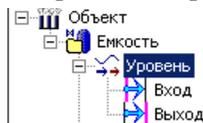

Рис. 1.4 Дерево объектов
5. Перейдите в дерево проектов (внизу слева) – по правой кнопке добавьте объект «Емкость». Справа внизу – выделите функциональный блок: Обработка сигналов – Повторитель – перетащите мышкой на объект Емкость – на странице свойств Общие (справа сверху) – переименуйте Повторитель в Уровень, рис. 1.4.